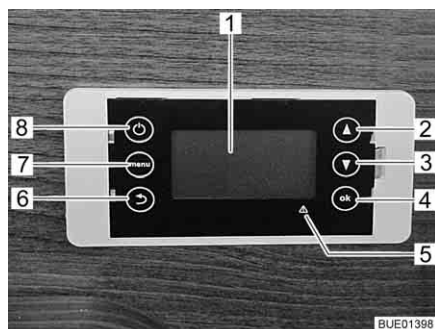

Fig. 136 Centralina di controllo per pila a combustibile
La pila a combustibile è composta da diversi componenti che sono montati nel gavone di coda (Fig. 134) e da una centralina di controllo (Fig. 136) posto nel vano abitabile.
La pila a combustibile carica automaticamente le batterie del vano abitabile non appena la loro tensione scende sotto i 12,3 V e la pila a combustibile viene attivata tramite il tasto On/Off (acceso/spento) (Fig. 136,8).
- Centralina di controllo** Il display (Fig. 136,1) della centralina di controllo è a quattro righe. Nella prima riga viene visualizzata la modalità di funzionamento impostata:
- Il tasto Menu (Fig. 136,7) consente di richiamare il menu principale:
- In caso di guasti l'indicazione di guasto in rosso (Fig. 136,5) si accende e sul display viene visualizzato un avviso. L'avviso contiene un codice di errore e indicazioni sulle possibili soluzioni del guasto.